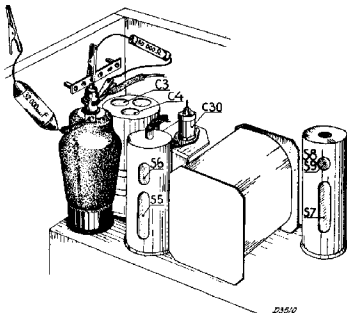

Fig. 1
3. Een dempweerstand van 50.000 ohm aansluiten tusschen het 4e rooster van L1 en de verbinding C6-R3 (zie fig. 1).